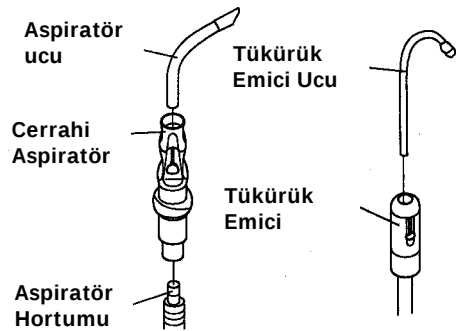
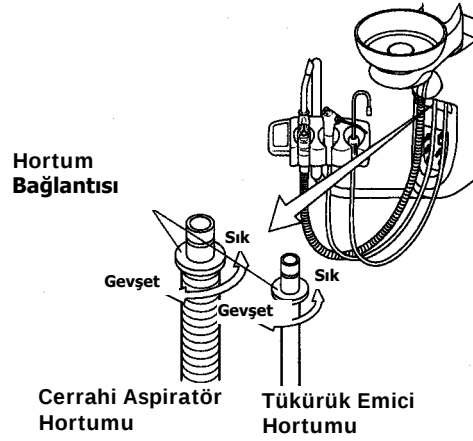

Fig. 4-3 Cerrahi Aspiratör ve Tükürük Emici
Fig. 4-4 Cerrahi Aspiratör ve Tükürük Emici Hortumu
(3) Cerrahi Aspiratör ve Tükürük Emici (Fig.4-3 & Fig. 4-4)